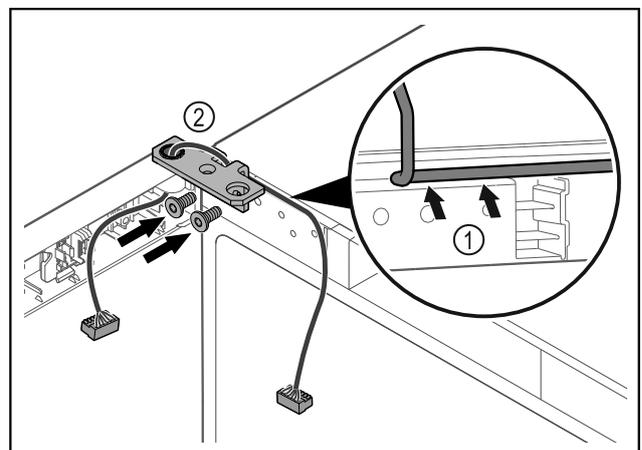

Fig. 43
- ▶ 将电缆穿过合页角铁的缺口并小心铺设 Fig. 43 (1)。
- ▶ 拧上合页角铁 Fig. 43 (2)。